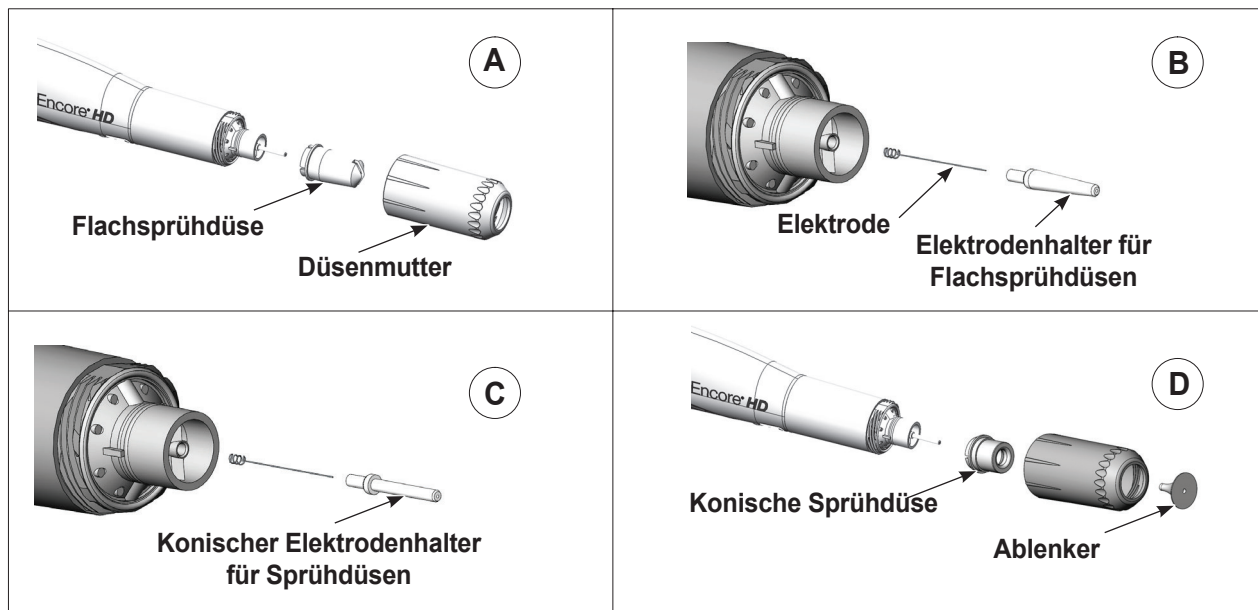

Abbildung 7 Von Flachsprühdüse auf konische Sprühdüse umbauen
2. Elektrodenhalter und Düse umbauen. Siehe Abbildung 7.